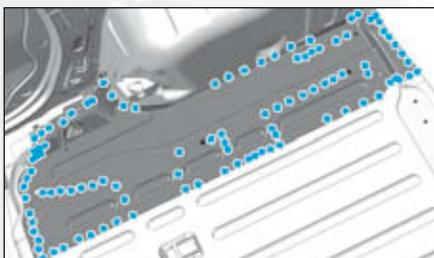

FIG.232
- Dépointer les points de soudures de l'extension latérale de plancher de charge (Fig.232).